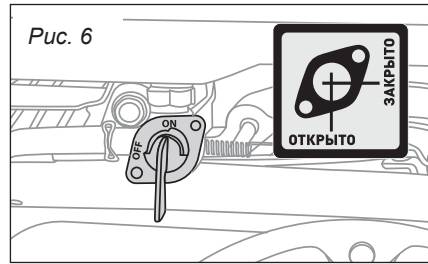

Рис. 6
- Поверните топливный кран в положение «ОТКРЫТО» (рис. 6).